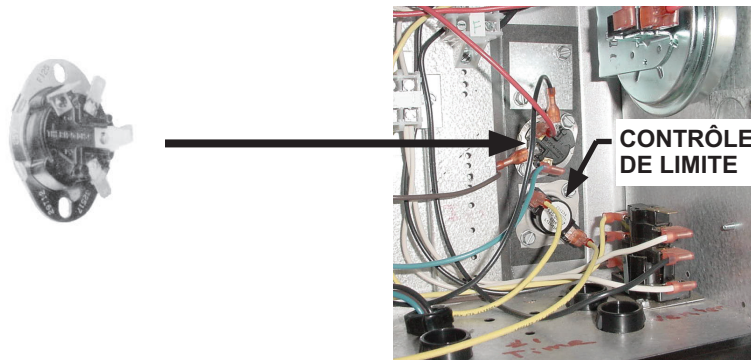

Figure 27. Contr le de ventilateur obsol te
2. Retirez le panneau d'accès à la contr le, ouvrez le couvercle du bo tier  lectrique (le cas  ch ant) et localisez la contr le du ventilateur existante (voir Figure 27).
4. Si l'appareil est  quip  d'un bouclier-thermique de bo te de jonction (voir, Figure 28), d branchez les fils de la contr le de fin de course (voir, Figure 27). Retirez et jetez le bouclier-thermique, puis rebranchez les fils de la contr le de fin de course.
5. Retirez et conservez les deux vis qui fixent la contr le de ventilateur existante (voir Figure 27) et retirez la contr le.